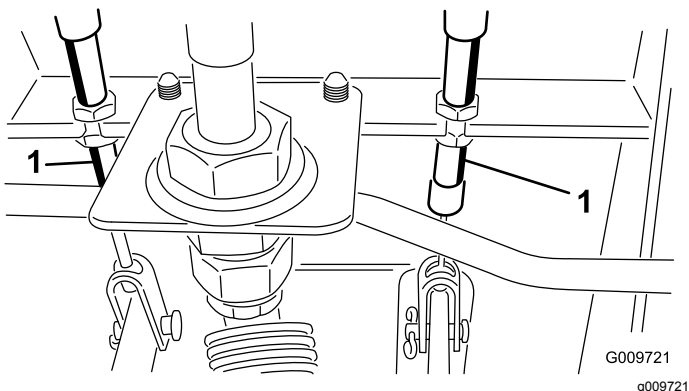

Figura 75
- A. Desaperte a porca dianteira na extremidade roscada do cabo do travão (Figura 75).